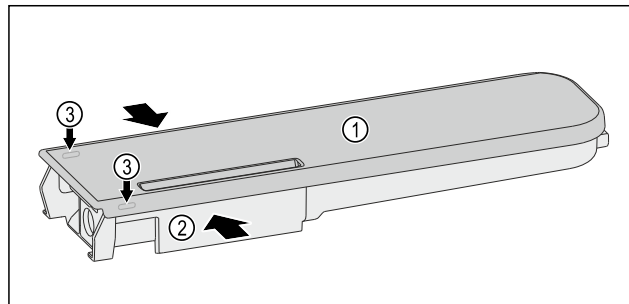

Fig. 130
- Comprimer il serbatoio dell'acqua Fig. 130 (2) e fare leva con attenzione sul coperchio Fig. 130 (1) sollevandolo dai naselli di arresto Fig. 130 (3).
- Spostare leggermente avanti e indietro il coperchio Fig. 130 (1) e rimuoverlo verso l'alto.